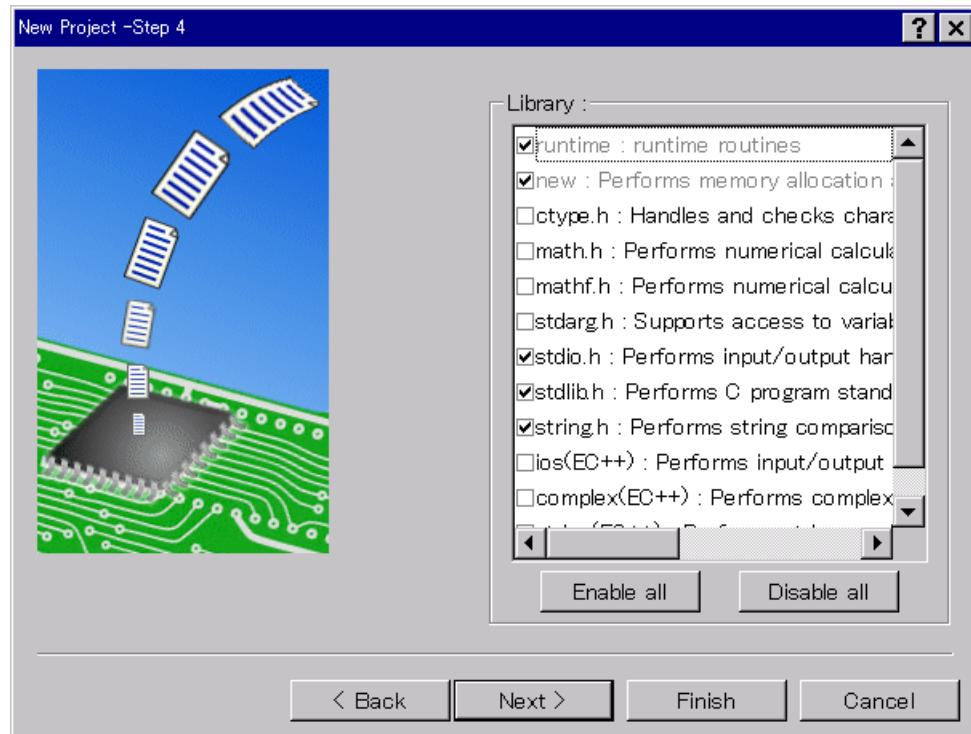

図 2.5 標準ライブラリ設定画面 (Step4)
Step3画面で [ Next > ] をクリックすると、図 2.5に示す画面を表示します。この画面で、C/C++コンパイラで使う標準ライブラリの構成を決定します。また、プロジェクト作成後に標準ライブラリの構成を変更する場合は、HEWの[オプション -> Hitachi SuperH RISC engine Standard Toolchain...]のStandard Library ページで変更できます。